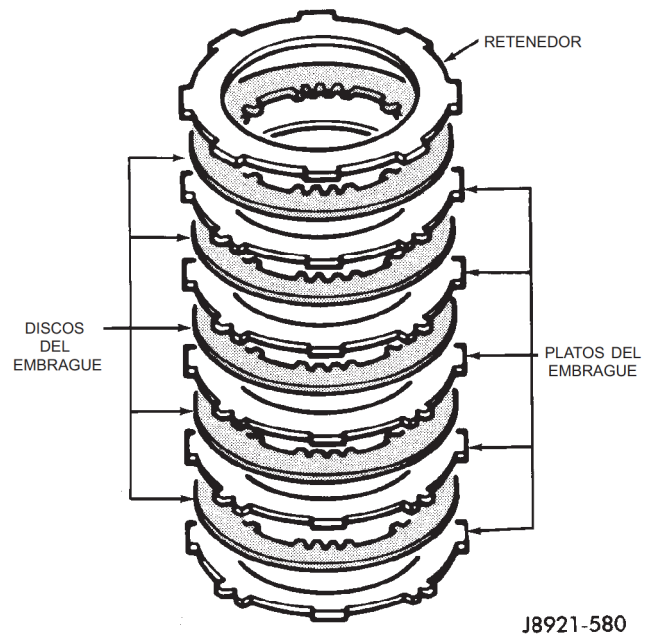

Fig. 253 Instalación de los discos y platos del embrague de marcha adelante
(10) Instale los discos, los platos y el retenedor del embrague (Fig. 253). Instale la placa con lengüetas y luego un disco, hasta que esté instalado el número requerido de platos y discos. Utilice seis platos y discos.
(11) Instale el anillo de muelle del conjunto del embrague.
(12) Vuelva a verificar la longitud de recorrido del émbolo del embrague utilizando el mismo método que